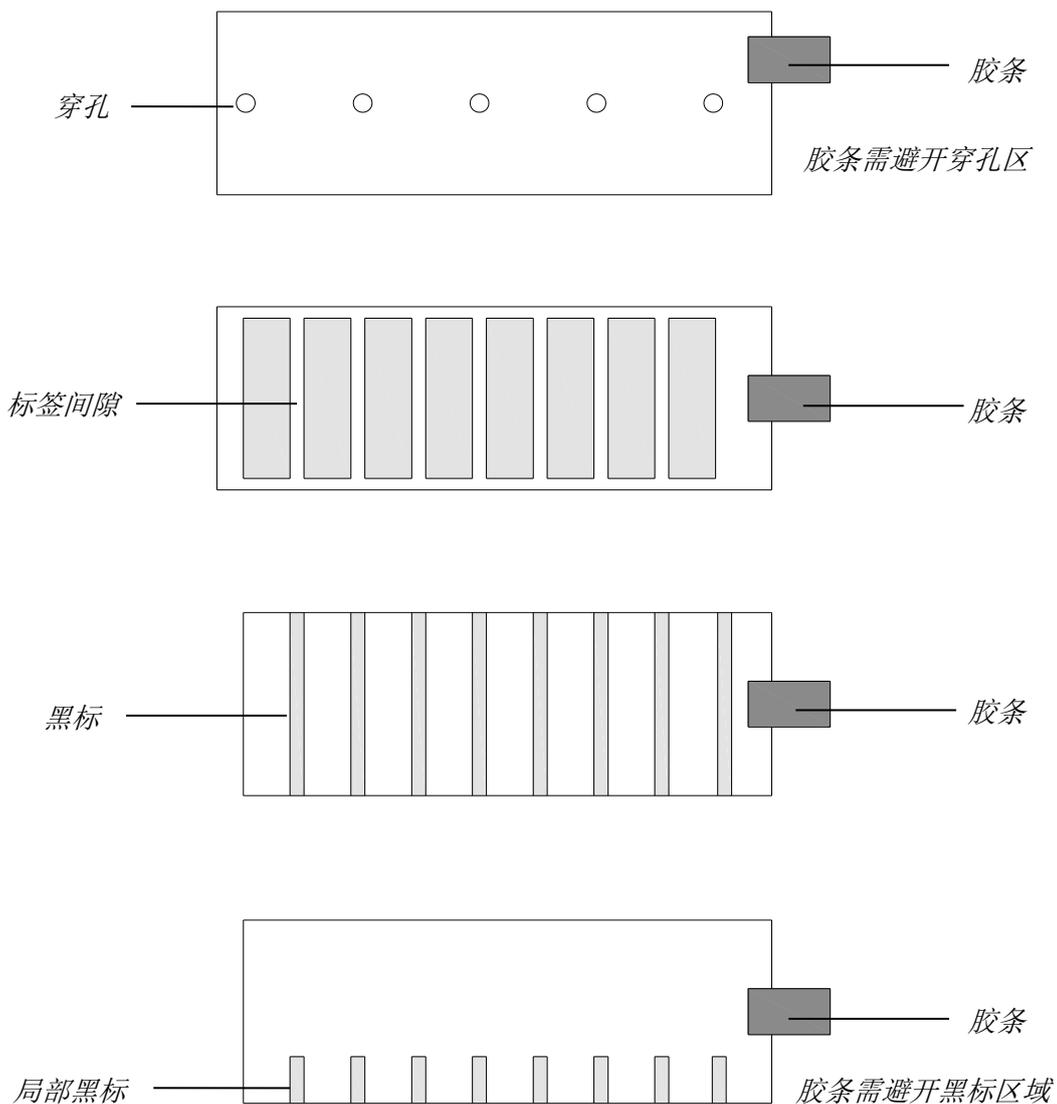

图 3-4 胶条粘贴位置
- 生产标签卷时，通常会用一小段胶条将标签固定在纸卷芯上，为保证纸张用尽时，纸张探测器能准确探测到无纸信号，请务必使纸张探测器位置避开胶条的粘贴位置。不同类型标签纸的胶条粘贴位置，如图 3-4 所示，请确保所用标签的胶条粘贴位置是正确的。